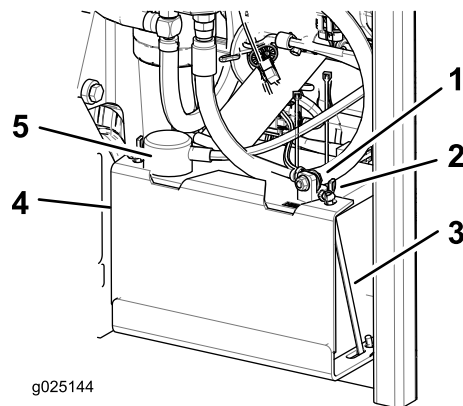

Figura 46
3. Primero desconecte el cable negativo (negro) del borne negativo (negro) de la batería (Figura 46).
4. Retire la cubierta de goma roja del borne positivo (rojo) de la batería y retire el cable positivo (rojo) de la batería (Figura 46).
5. Retire las tuercas de orejeta que sujetan los ganchos (Figura 46).
6. Retire la abrazadera (Figura 46).
1. Coloque la batería en la bandeja, con los bornes frente al depósito de aceite hidráulico (Figura 46).
4. Fije los cables con 2 pernos, 2 arandelas, y 2 contratuercas (Figura 46).
6. Instale la abrazadera y sujétela con las tuercas de orejeta y los ganchos (Figura 46).